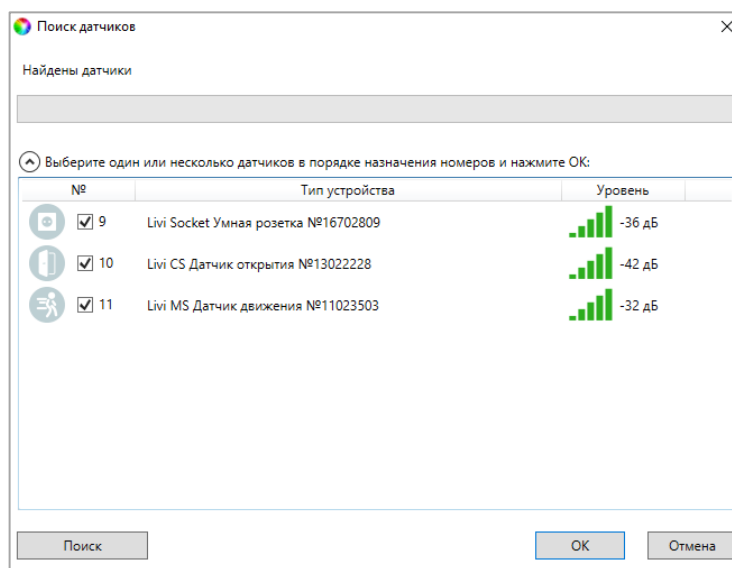

Рисунок 7.42 – Поиск радиоустройства
4. В следующем окне (см. рисунок 7.42) будет отображен список устройств, доступных для связывания в радиусе действия радиоканала. Если подключаемого устройства нет в списке, то его следует повторно перевести в режим связывания (любое устройство серии Livi находится в режиме связывания ровно 60 секунд).